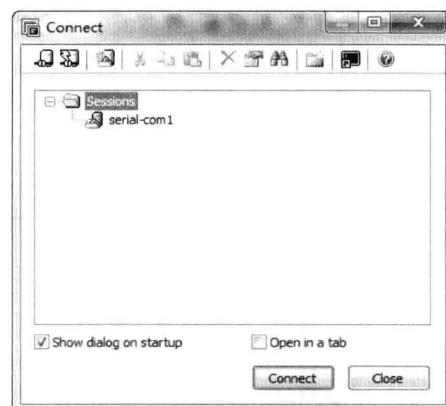

图2.40 重新运行SecureCRT界面
(2) 单击Connect按钮保存配置并进入连接状态。下次运行此软件时可以直接选择此连接，如图2.40所示，直接单击Connect按钮进入连接状态。